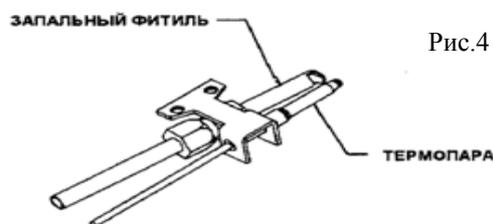

Рис.4
6. Найдите алюминиевую трубку, подводящую газ к запальному фитилю (она должна отходить снизу справа от газового клапана). Запальный фитиль прикреплен к горелке см. рис. 4.